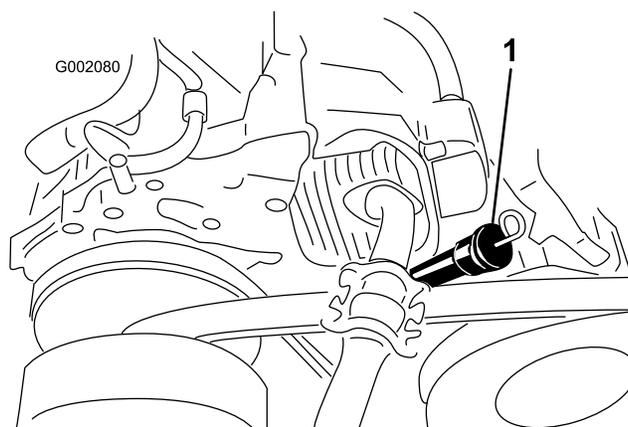
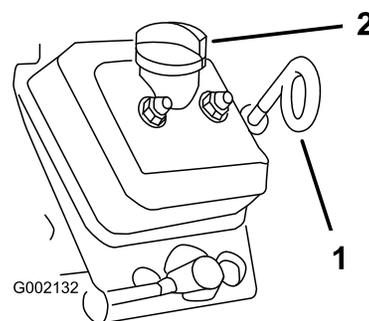

Figura 10
Figura 11
2. Pulite intorno all'asta di livello dell'olio (Figura 10 per i modelli 07266/TC e Figura 11 per i modelli 07273/TC) in modo che la morchia non possa penetrare nel foro e danneggiare il motore.